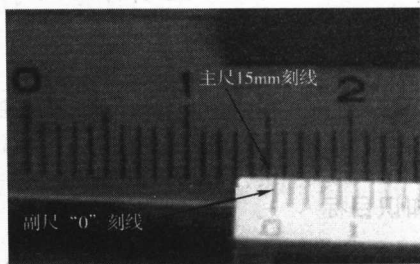

图 1-4 主尺上读 15mm
(1) 读出主尺上副尺零刻线所对应的左边刻线的毫米整数，如图1-4所示。本例为15mm。